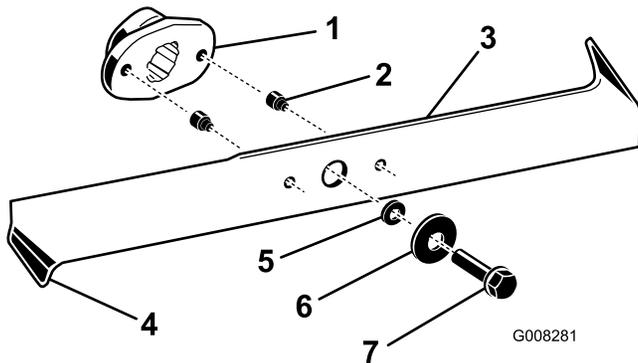

Figure 39
2. Examinez le tranchant des lames (Figure 39). Si elles ne sont pas tranchantes ou si elles présentent des indentations, déposez et affûtez les lames (voir Aiguisage des lames).
3. Inspectez les lames, surtout les bords recourbés (Figure 39). Si vous remarquez que les lames sont usées ou endommagées à ces endroits, remplacez-les immédiatement.
4. Si les goupilles de cisaillement sont cassées, remplacez-les immédiatement (Figure 39).
3. Enlevez les boulons, les rondelles et les lames (Figure 39). Pour enlever le boulon, bloquez éventuellement la lame en introduisant une cale en bois entre la lame et le carter de tondeuse.
1. Montez les lames, les rondelles et les boulons de fixation (Figure 39).